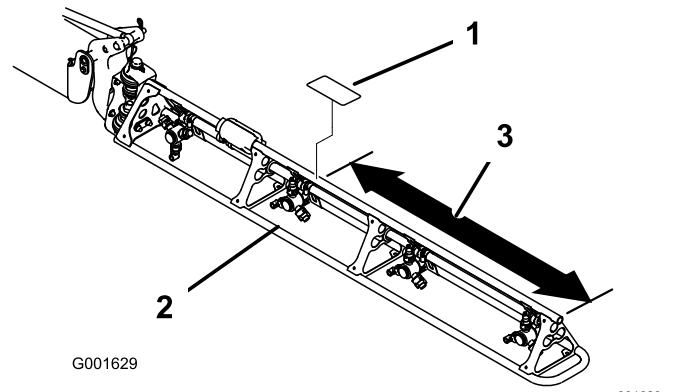

Figure 25
1. Mesurez à partir du bout des rampes, comme montré à la Figure 25.
3. Retirez la pellicule protectrice au dos de l'autocollant (104-8904) et apposez-le sur le tube du cadre en treillis de la rampe (Figure 25).